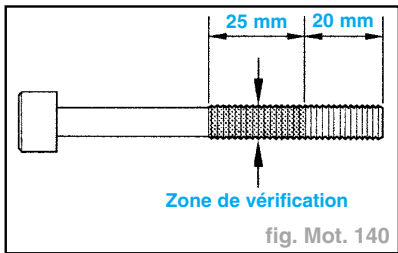

fig. Mot. 140
- Mesurer le filet des boulons à plusieurs endroits, comme illustré fig. Mot. 140).